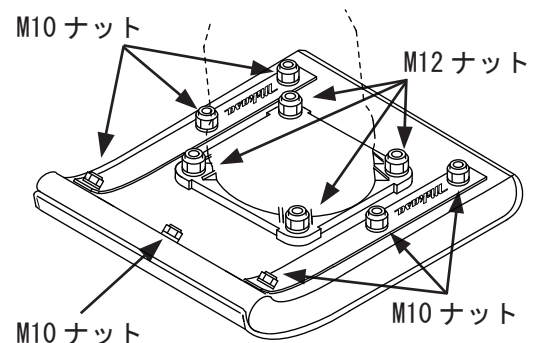

図 2
6. フート上のナットの増し締めを行ってください。フートは衝撃により摩耗や変形し、ナットが緩み、事故や故障の恐れがあります。(図2)